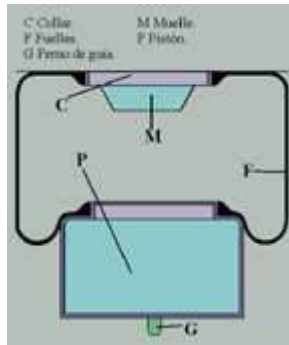

Fig. 11
En la suspensión neumática empleada en camiones se utilizan (fig. 11) fuelles (F) de nylon, reforzados con goma. Son muy resistentes al aceite, productos químicos y desgaste mecánico.